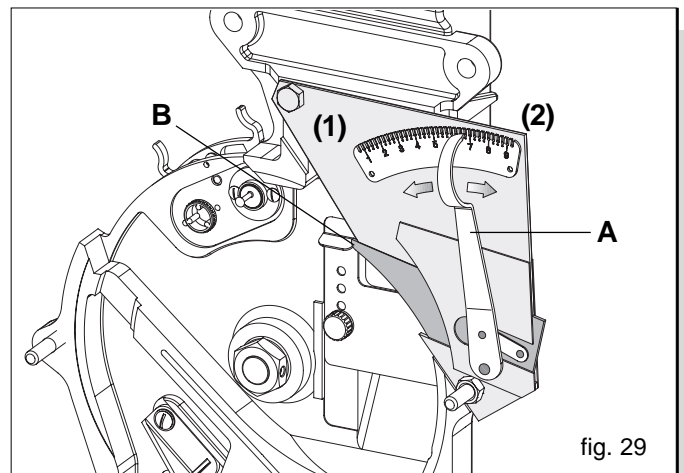

fig. 29
Durch Verstellen des Zeigers (A Abb. 29) wird ein Läufer (B Abb. 29) gesteuert, der die Scheibe in der Nähe der Löcher berührt und das Fallen der überschüssigen Samen verursacht. Der Wähler muß bei jedem Scheiben- und Saatgutwechsel eingestellt werden, für kleine Samen in Richtung der niedrigen Zahlen (1 Abb. 29) und für größere Samen in Richtung der höheren Zahlen (2).